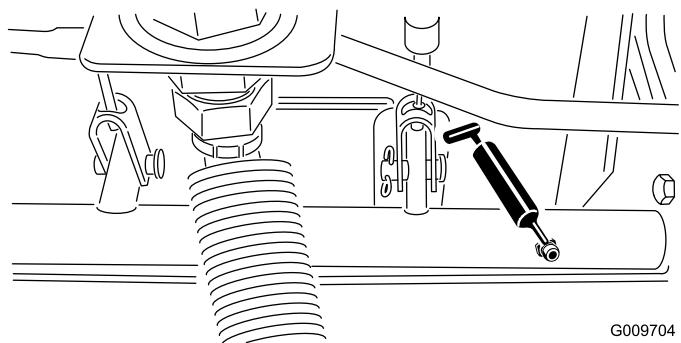

Figura 32
- Rolamentos da articulação do veio do travão (5), como se mostra na Figura 32